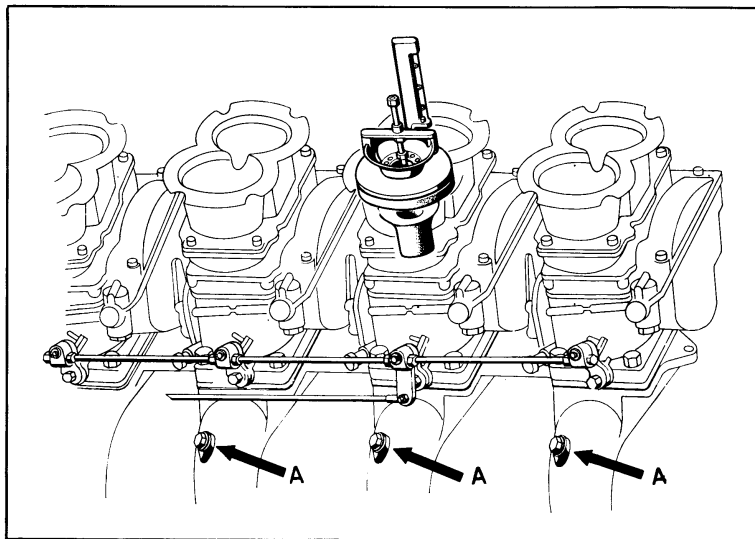

Fig. 81
- 1) Sostituire i tappi (n. 8) filettati (Fig. 81) con i raccordi dei vuotometri, collegando i condotti di destra con la cassetta sul parafrangente sinistro e viceversa, in modo tale che i due condotti del primo carburatore siano controllati dai due vuotometri contraddistinti col n. 1 e così via.
- 1) Remove the eight threaded plugs (Fig. 81) and fit the vacuum gauge unions, connecting the right hand ducts to the box on the left mudguard and vice-versa. In this manner the ports of the first carburettor will be connected to the two vacuum gauges marked with No. 1 and so on.
- 1) Remplacer les bouchons (N. 8) filetés (Fig. 81) avec les raccords des vacuomètres en reliant les conduits de droite avec la boîte sur l'aile gauche et vice-versa de telle manière que les deux conduits du premier carburateur soient contrôlés par les deux vacuomètres marqués n. 1 et ainsi de suite.
- e) Sostituire i raccordi dei vuotometri con i tappi filettati (Fig. 81) e rimontare il filtro aria.
- e) Remove the vacuum gauge unions and install the threaded plugs (Fig. 81); refit the air cleaner assembly.
- e) Remplacer les raccords des vacuomètres avec des bouchons filetés (Fig. 81) et remonter le filtre à air.